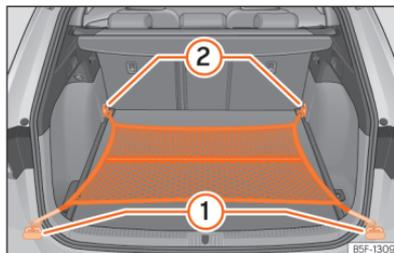

Fig. 192 Na bagageira: saco de rede fixado rente ao piso.
- Fixe os ganchos da rede nas argolas de fixação »» Fig. 192 ① e ② »» ⚠. O fecho de correr do saco deve ficar voltado para cima.